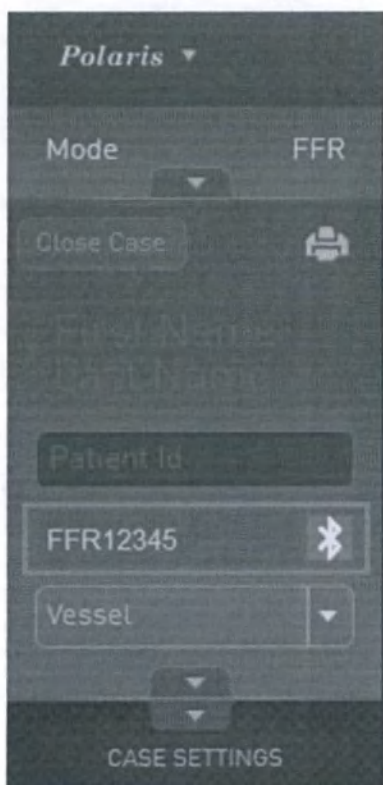

Рисунок 2-13: Подключенное в настоящее время модуль ФРК , показанное в части окна «Информация о случае»
1. В части окна «**Информация о случае**» нажмите название модуля ФРК, для которого требуется подтвердить подключение. См. Рисунок 2-13.